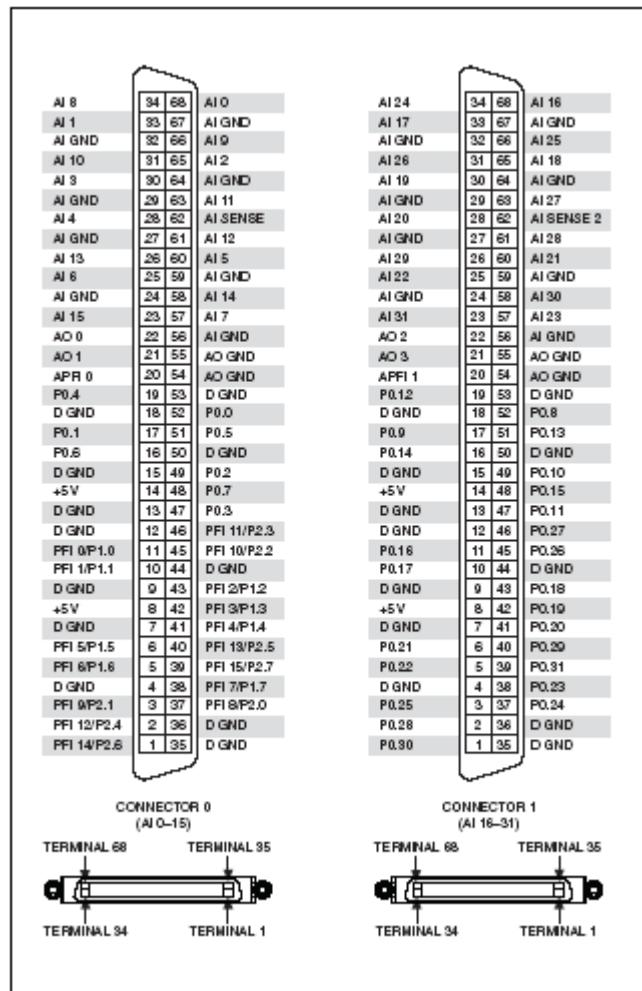

Figura 25 Pinout dei due connettori della scheda NI USB-6259. La corrispondenza con i segnali della box2 è riportata nella tabella seguente.
- I connettori di I/O dati della scheda di front end che collega questa con la NI acquisition board (Tabella 3, Figura 25)